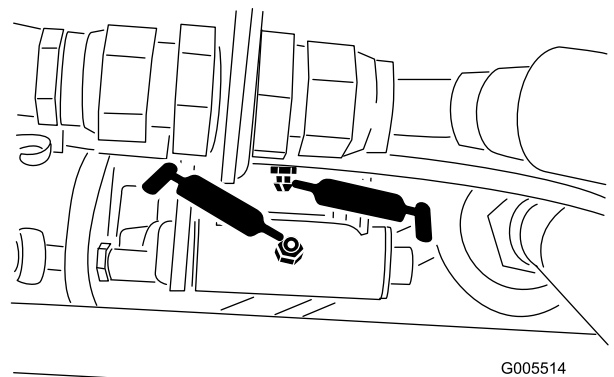
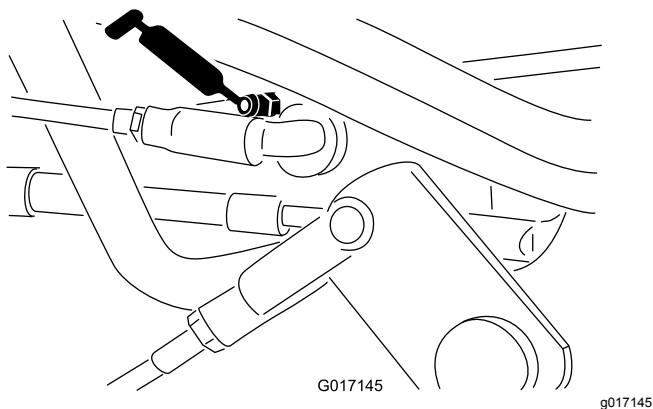

Figura 34
Figura 35
- Acoplamiento del selector de velocidad (Figura 34 y Figura 35)